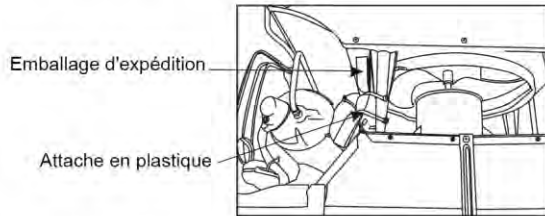

Fig.7
10. Votre appareil peut être livré avec un emballage interne. Cet emballage doit être enlevé avant d'installer le climatiseur dans le caisson. (Voir Fig.7).